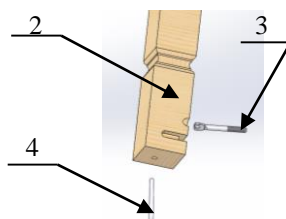

Рис. 2.
3.1 В отверстие на кромке ноги (2) вставить шпильку (3) плоским концом с отверстием под штифт, а в отверстие в торце ноги вставить штифт (4) так, чтобы он попал в отверстие шпильки (3) – рис. 2